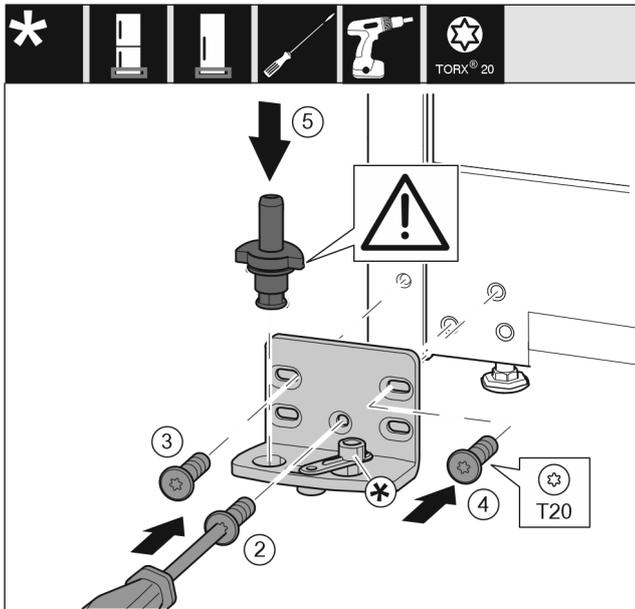

Fig. 26
- ▶ Lagerbock auf der anderen Seite ansetzen und mit Hilfe eines Schraubendrehers T20 anschrauben. Mit Schraube 2 unten in der Mitte beginnen. Fig. 26 (2)
- ▶ Schraube 3 und 4 festschrauben. Fig. 26 (3,4)
- ▶ Lagerbolzen komplett einsetzen. Dabei darauf achten, dass der Rastnocken nach hinten zeigt. Fig. 26 (5)